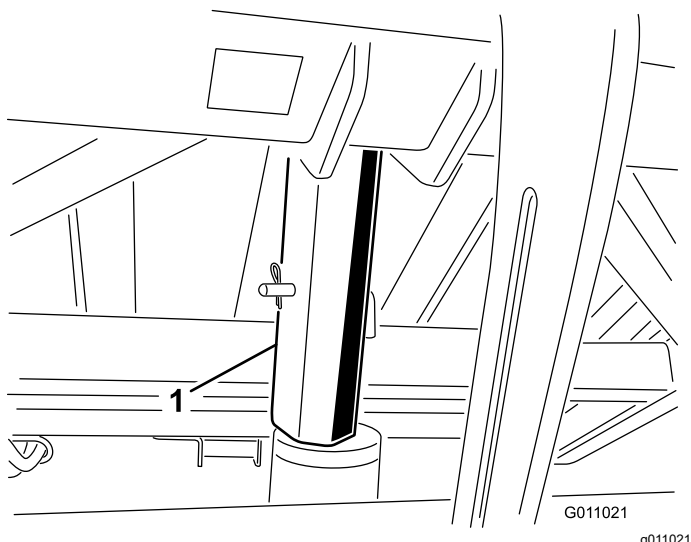

Figura 27
3. Instale el soporte de seguridad de la tolva sobre la varilla del cilindro, asegurándose de que el extremo del soporte descansa contra el cilindro y el extremo de la varilla (Figura 27).